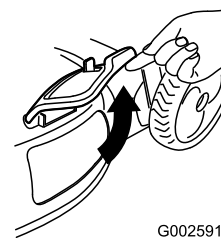

Figure 24
2. Lift open the side discharge door (Figure 24).